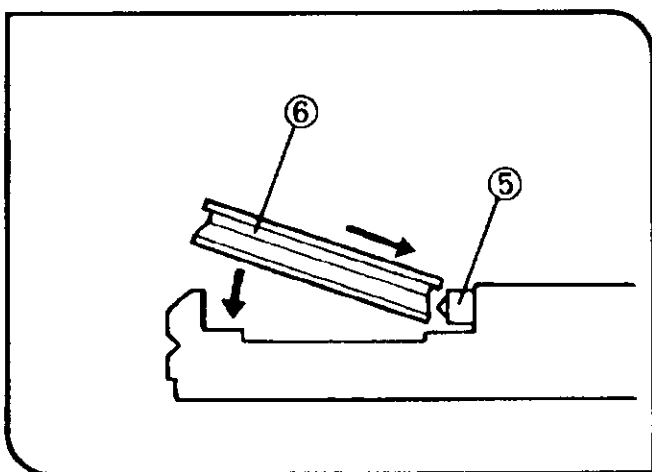

图 49
4. 握住相衬环，然后，边用相衬环⑥的边缘推环边的弹簧⑤，边把相衬环完全插入环的位置中，直到相衬环的支架接触了该位置的底部（图 49）。